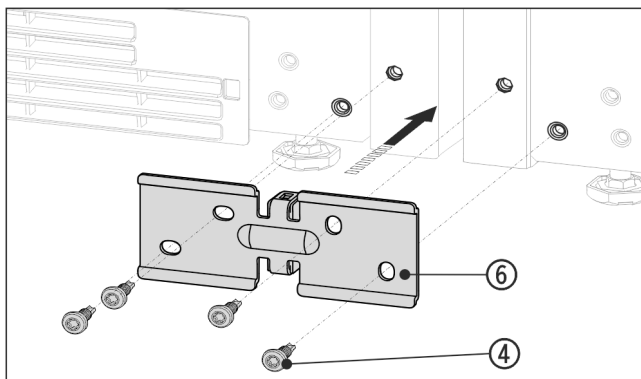

Fig. 15 Zobrazení příkladu
- Úhelník Fig. 15 (6) zasuněte rozpěrným kusem mezi přístroje a přišroubujte 4 šrouby Fig. 15 (4) bez utahování.